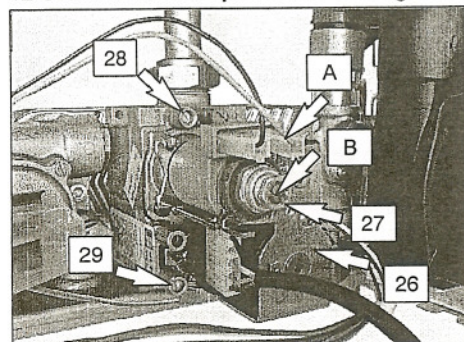

fig. 7.2
Después de cualquier medición de las presiones de gas, **cerrar debidamente** las tomas de presión utilizadas (29 y 28 en la fig. 7.2). Además, después cada operación de regulación gas, los órganos de regulación de la válvula gas tienen que ser sellados.
- 2 Con la caldera apagada (fuera de servicio), controlar la presión de alimentación, utilizando la toma de presión a la entrada de la válvula de gas 29 en la fig. 7.2 y comparar el valor leído con aquéllos indicados en la tabla **Presiones de alimentación de gas** en pág. 11 y 13
- 4 Abrir la toma de presión a la salida de la válvula de gas 28 en la fig. 7.2 y conectar un manómetro.
Para ajustar la presión hacia el quemador, hace falta actuar sobre la tuerca de latón del actuador modulante 27 en la fig. 7.2
- 8 Desconectar el hilo de alimentación "A" del actuador modulante 27 cuidando que no llegue a tocar las piezas metálicas de la caldera fig. 7.2
sujetando la tuerca de latón del actuador modulante 27 en la fig. 7.2
10 Volver a conectar el hilo de alimentación "A" del actuador modulante fig. 7.2
12 Cerrar la toma de presión 28 en la fig. 7.2